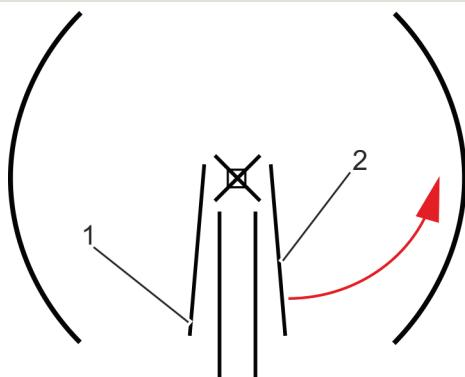

Рис. 57 Сложененные створки
Один человек должен поддерживать дверь с обратной стороны (рис. 57/1).
2. Потянуть сложенную створку (рис. 57/2) на себя, пока она не достигнет зафиксированного положения.